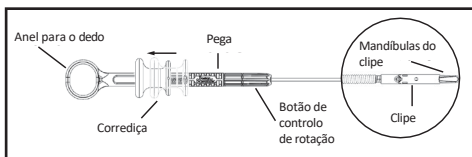

Figura 4. Resolution 360 ULTRA Clip fechado
3. Para fechar o Resolution 360™ ULTRA Clip no local pretendido, desloque a corrediça no sentido proximal, até sentir resistência táctil no punho, conforme ilustrado na Figura 4. A posição do clipe pode agora ser avaliada antes da sua aplicação final no local.